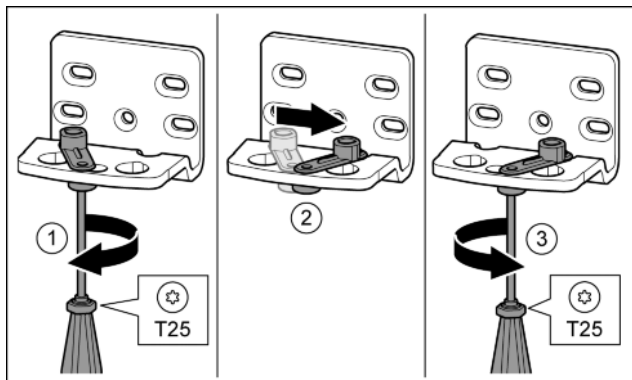

Fig. 16
- ▶ С отвертка T25 завийте хлабаво винта. Fig. 16 (1)
- ▶ Повдигнете помощното приспособление за затваряне на вратата и го завийте в отвора с 90° надясно. Fig. 16 (2)
- ▶ С отвертка T25 затегнете винта. Fig. 16 (3)